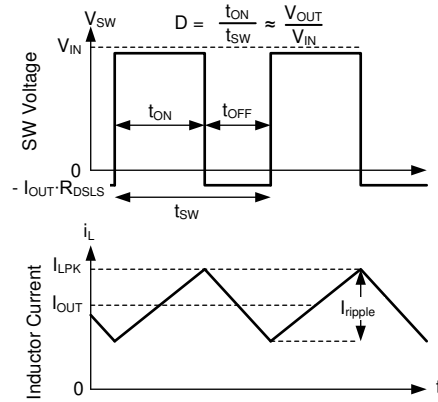

图 8-15. 连续导通模式 (CCM) 下的 SW 电压和电感器电流波形
有关器件的以下运行说明，请参阅节 8.2 和图 8-15 中的波形。在 CCM 中，该器件以变化的占空比 (D) 打开内部高侧 (HS) 和低侧 (LS) NMOS 开关，从而提供稳定的输出电压。在 HS 开关导通期间，SW 引脚电压 V_{SW} 摆动至大约 V_{IN} ，电感器电流 I_L 以线性斜率增加。HS 开关由控制逻辑关闭。在 HS 开关关闭时间 t_{OFF} ，LS 开关打开。电感器电流通过 LS 开关放电，这会强制 V_{SW} 通过 LS 开关两端的压降摆动到地电位以下。转换器环路调节占空比以保持恒定的输出电压。D 由 HS 开关在开关周期内的导通时间定义：